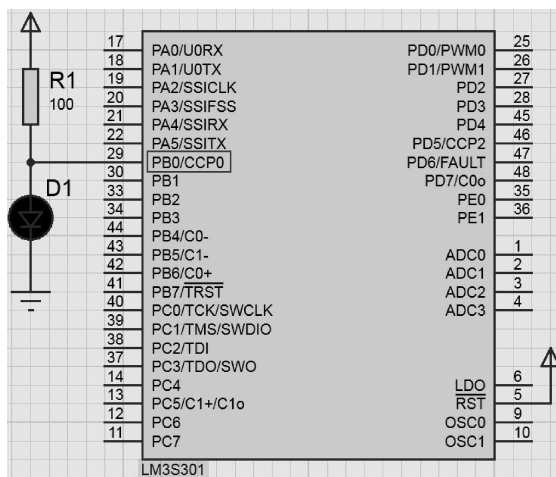
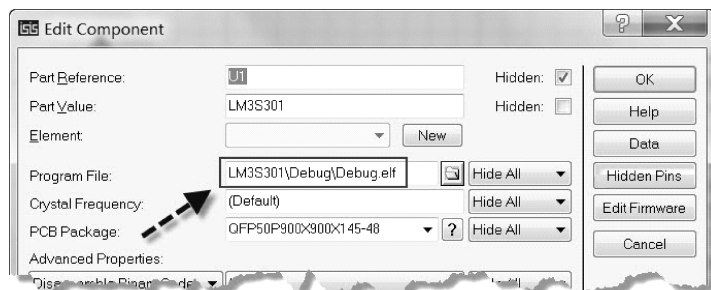

图 2-22 程序虚拟测试电路
图 2-23 导入 Debug.elf 可执行文件
10) 搭建闪烁灯程序测试的虚拟硬件电路（如图 2-22 所示），单击图中的 LM3S301 图标，在弹出的对话框中导入 Debug. elf 文件（见图 2-23），然后按 OK 按钮完成 .elf 格式可执行文件的加载。